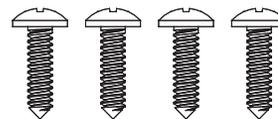

Figure 6
5. Fixez le four à tiroir à l'aide des 4 vis fournies. Voir la Figure 6.